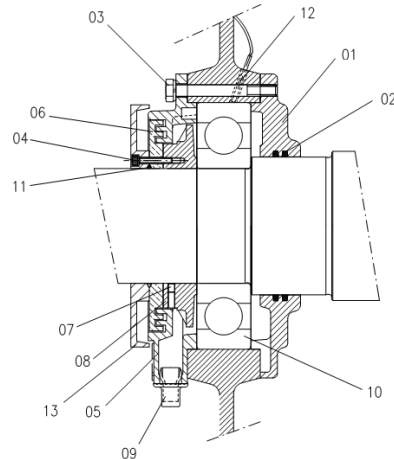

Рисунок 7.4. Детали подшипника качения с консистентной смазкой
**Условные обозначения на Рисунок 7.4:**